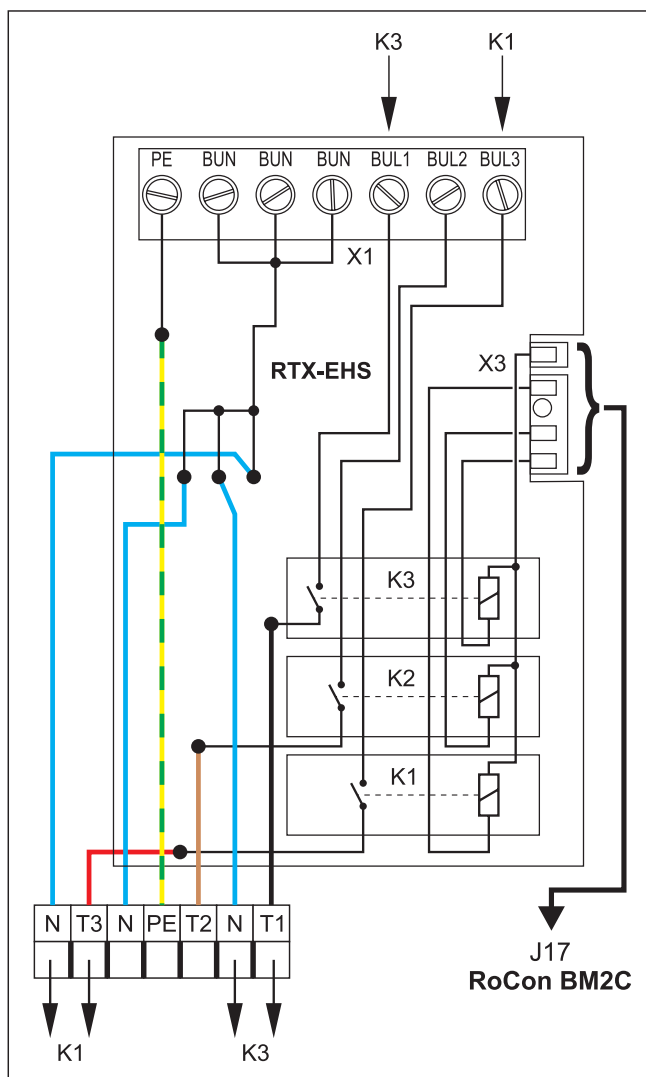

Fig. 3-41 Branchement sur la platine RTX-EHS
La demande du générateur de chaleur externe est mise en circuit par le biais d'un relais sur la platine RTX-EHS (voir Fig. 3-41). Le branchement électrique à la pompe intérieure est possible comme suit :
- 3 Établir les connexions appropriées sur la platine RTX-EHS du kit de raccordement (voir Fig. 3-41).